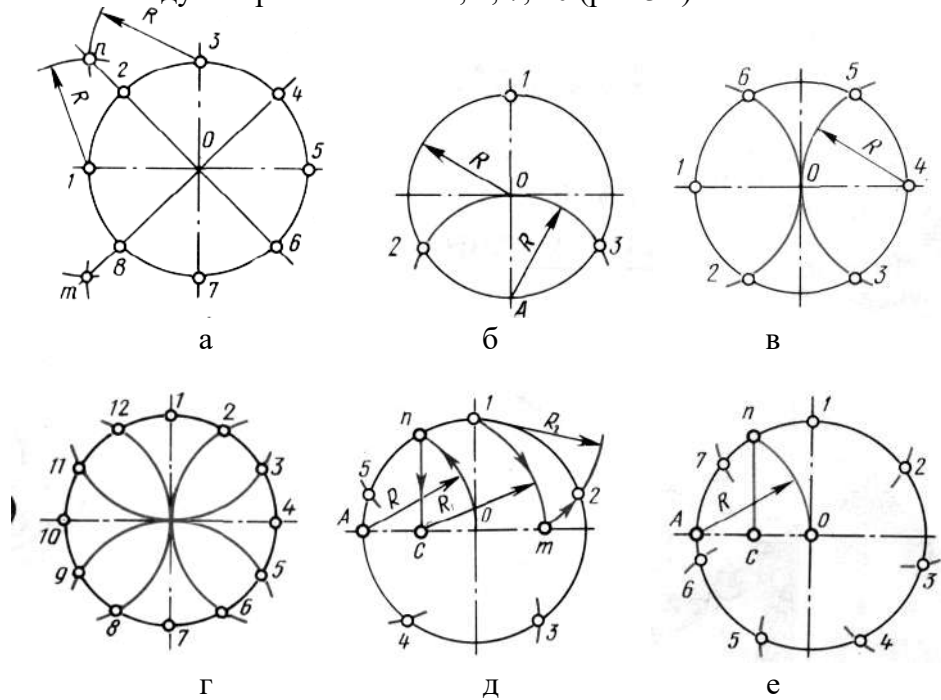

Рис.3. Деление окружностей на равные части
2) Далее делят прямой угол на 2 равные части (точки 2, 4, 6, 8) (рис.3 а).
1) Для нахождения точек, делящих окружность радиуса R на 3 равные части, достаточно из любой точки окружности, например точки $A(1)$, провести дугу радиусом R . (т.2,3) (рис.3 б).
2) Описываем дуги R из точек 1 и 4 (рис.3 в).
3) Описываем дуги 4 раза из точек 1, 4, 7, 10 (рис.3 г).
1) Из точки A радиусом R проводят дугу, которая пересекает окружность в точке n . Из точки n опускают перпендикуляр на горизонтальную осевую линию, получают точку C . Из точки C радиусом $R_1=C1$, проводят дугу, которая пересекает горизонтальную осевую линию в точке m . Из точки 1 радиусом $R_2=1m$, проводят дугу, пересекающую окружность в точке 2. Дуга $12=1/5$ длины окружности. Точки 3,4,5 находят, откладывая циркулем отрезки, равные $m1$ (рис.3 д).
2) Из точки A проводим вспомогательную дугу радиусом R , которая пересекает окружность в точке n . Из нее опускаем перпендикуляр на горизонтальную осевую линию. Из точки 1 радиусом $R=nc$, делают по окружности 7 засечек и получают 7 искомых точек (рис.3 е).